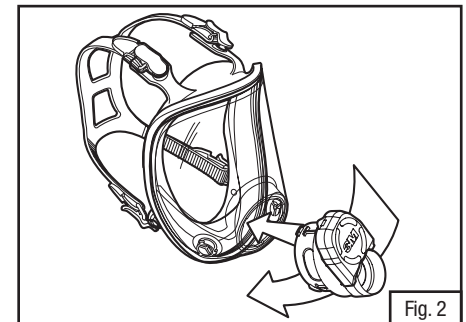

Fig. 2
2. Deslize o adaptador pelo orifício do visor (Fig. 2).
4. Reinstale o adaptador central no visor da peça facial (Fig. 2).